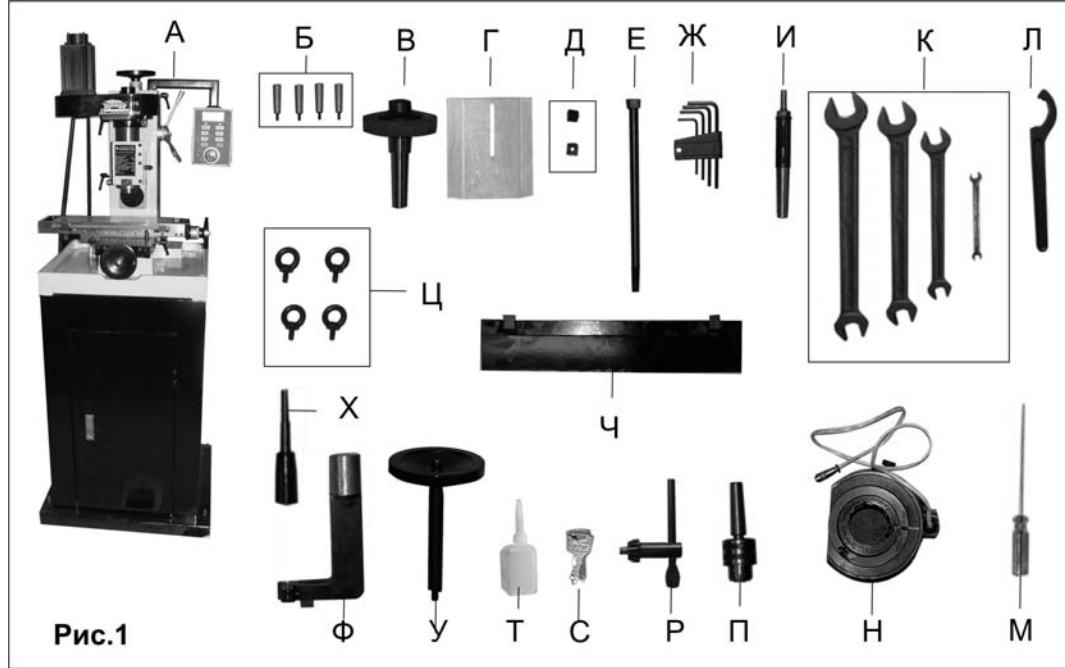

Рис.1
3. КОМПЛЕКТНОСТЬ СТАНКА (Рис. 1)